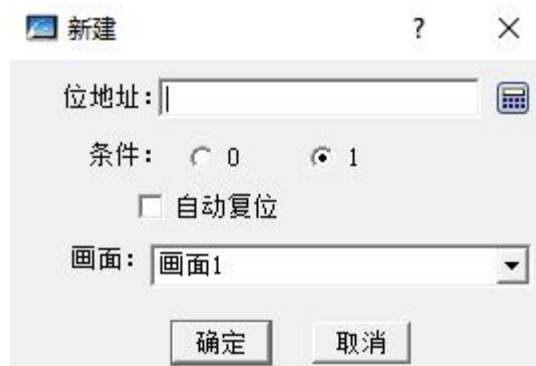

图 7-9 新建一条位控制画面切换对话框
- 位控制画面切换：双击“新建”行，弹出如图 7-9 对话框：